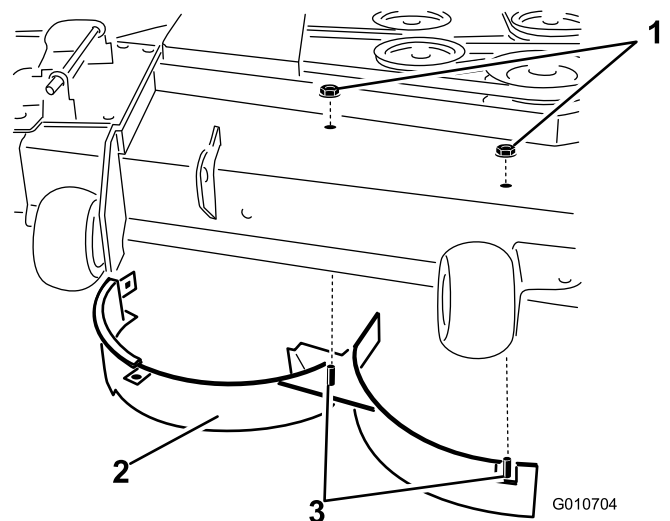

Bild 33
11. Entfernen Sie die zwei Sicherungsmuttern (5/16 Zoll) mit denen die geschweißten Pfosten des rechten Ablenkschlechs oben am Mähwerk in der Mitte und rechts von der Mitte befestigt sind (Bild 33). Entfernen Sie das rechte Ablenkschlech vom Mähwerk.